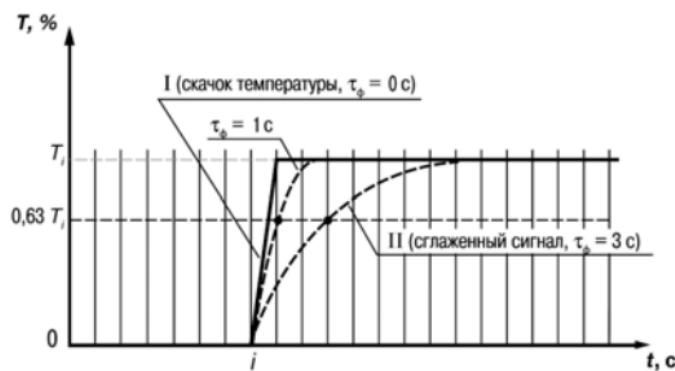

Рисунок 3.5
3.1.4.4.3 Цифровой фильтр устраниет шумовые составляющие сигнала, осуществляя его экспоненциальное сглаживание. Основной характеристикой экспоненциального фильтра является  $\tau_f$  – постоянная времени цифрового фильтра, параметр  $\Delta t_f$  – интервал, в течение которого сигнал достигает 0,63 от значения каждого измерения  $T_i$  (рисунок 3.5).